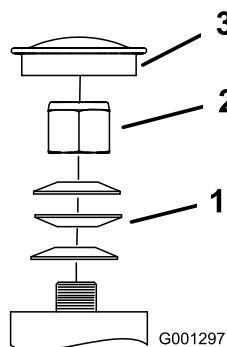

Figure 46
3. Retirez le capuchon anti-poussière de la roue pivotante et serrez le contre-écrou (Figure 46).
4. Continuez de le serrer jusqu'à ce que les rondelles élastiques soient aplatis, puis desserrez-le de 1/4 de tour pour obtenir la précharge correcte des roulements (Figure 46).
5. Remettez le capuchon anti-poussière en place (Figure 46).